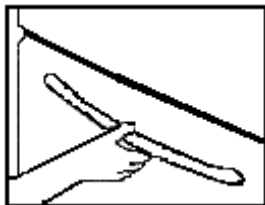

Abbildung 6
**WICHTIG: Um die Tür zu öffnen bitte immer den Griff in der Mitte anfassen. (Siehe Abbildung 6)**